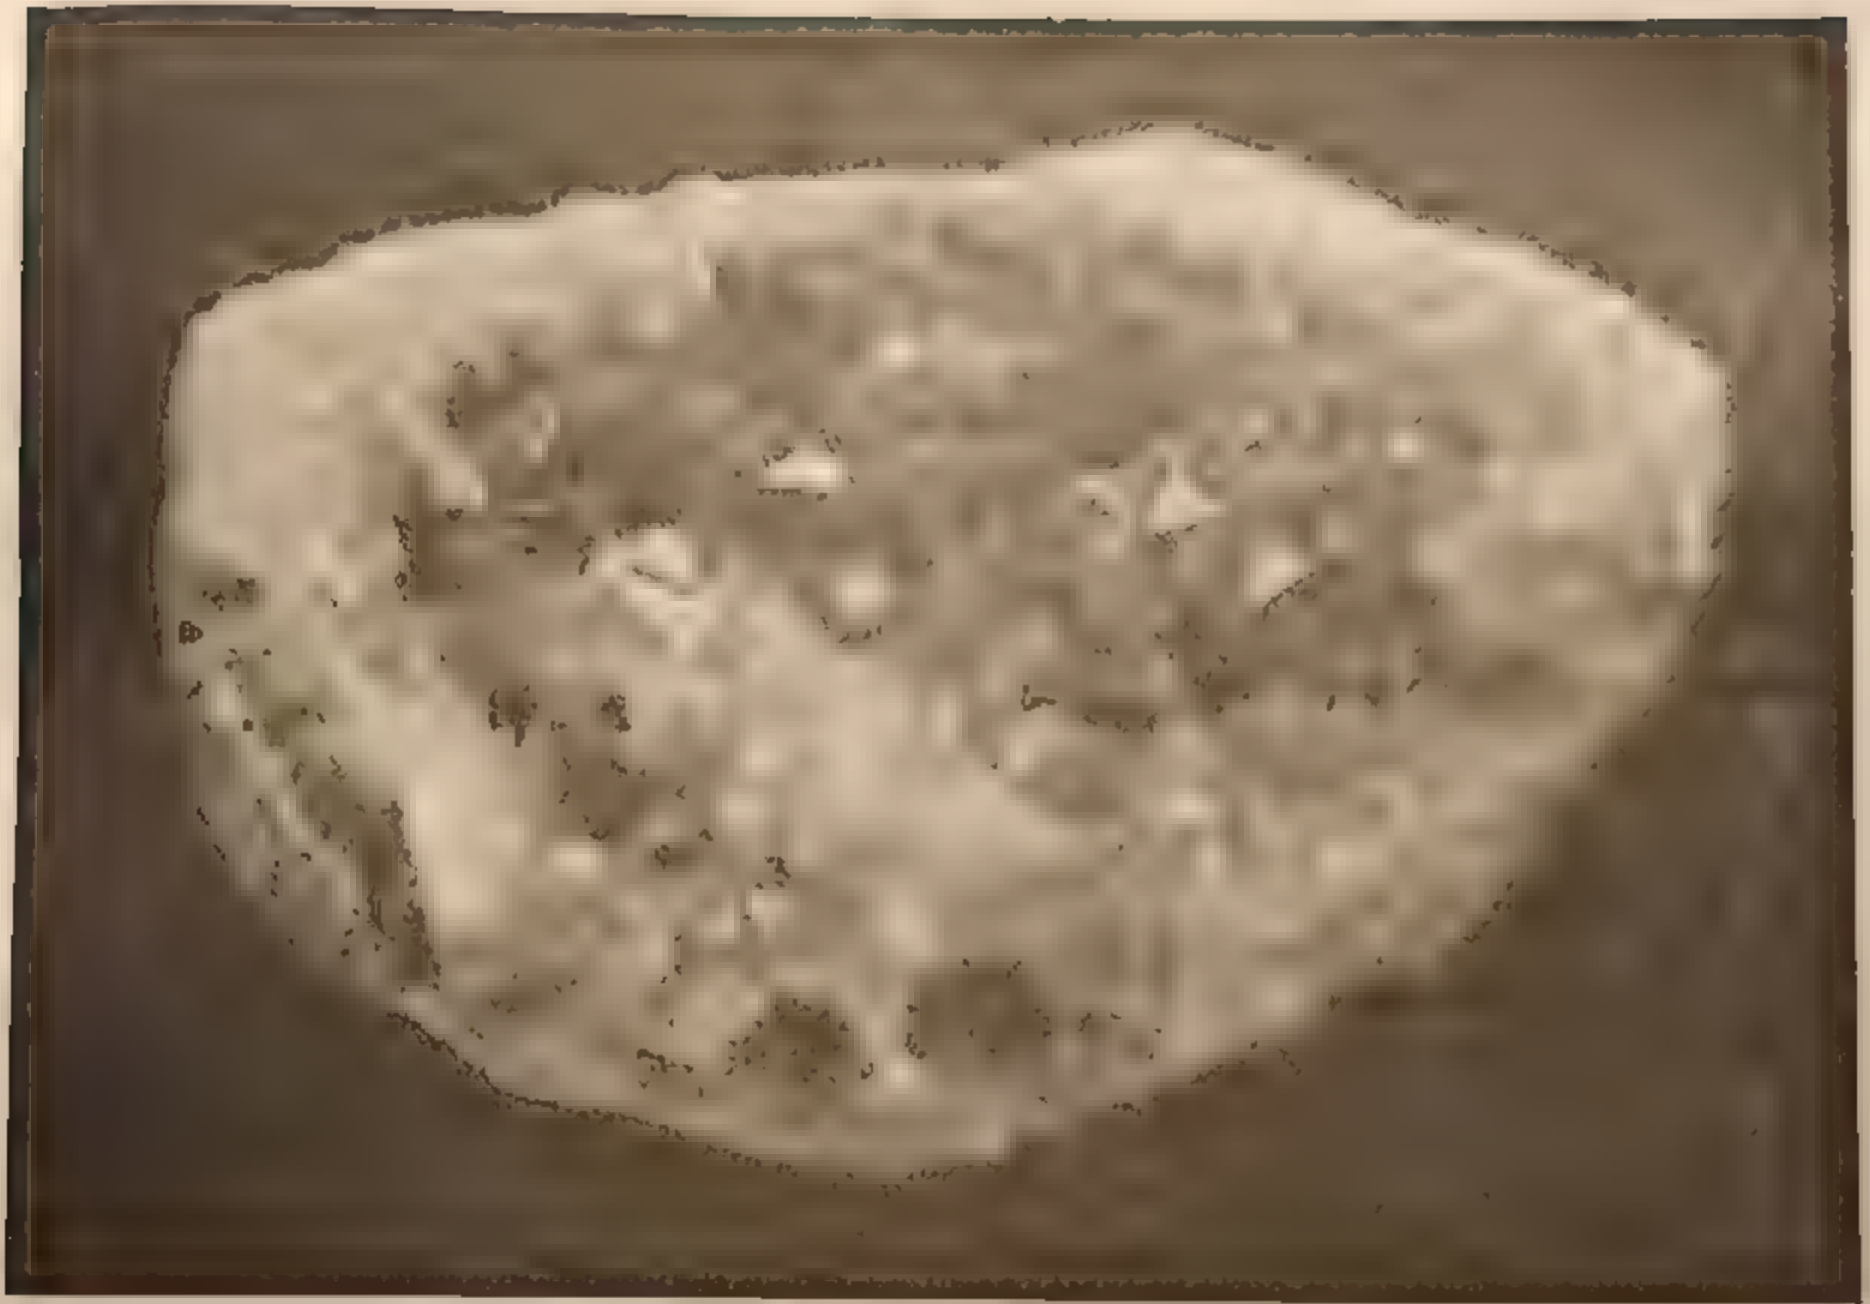

FIG. 121. - Una geode di quarzo ametista.
*Ametista* in bei cristalli violetti (Tav. II, fig. 3 e 4), spesso racchiuso entro cavità in bellissime geodi (fig. 121), si usa pure come gemma: proviene dal Brasile, Uruguay, e dall'Ungheria.